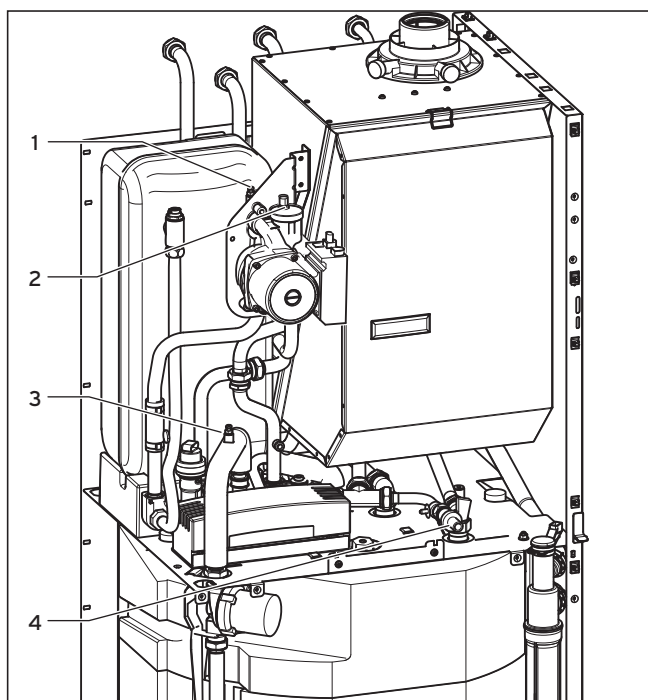

Fig. 8.9 Vidange de l'appareil côté chauffage
- Raccordez un tuyau sur le robinet de purge du ballon (5), guidez l'extrémité libre du tuyau vers un point d'écoulement approprié et ouvrez le robinet.
- Ouvrez le téton de purge (3, Fig. 8.9) sur le tuyau entre la pompe et l'échangeur thermique secondaire afin de vider entièrement l'appareil.